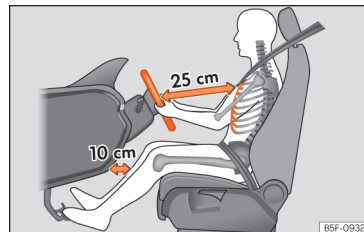

Fig. 14 A separação correta entre o condutor e o volante deve ser de 25 cm no mínimo (10 polegadas).
- Ajuste o volante de modo a ficar a uma distância de, pelo menos, 25 cm (10 polegadas) do esterno » » **Fig. 14** e a poder segurá-lo com ambas as mãos pelos lados, pela parte exterior, com os braços ligeiramente fletidos.